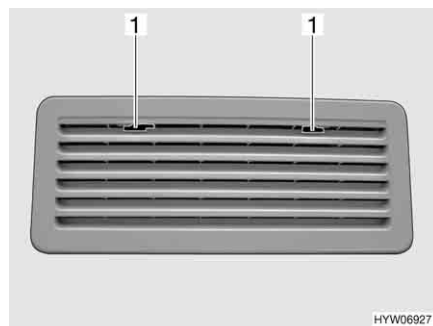

Fig. 174 Grille d'aération du réfrigérateur (Thetford)
- Pousser le dispositif de blocage (Fig. 174,1) vers le milieu.